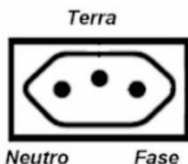

Figura 11 - Padrão de tomadas utilizado pelo Concentrador xptec ATG-20
- Verificar se as especificações da tomada correspondem à Figura 11;